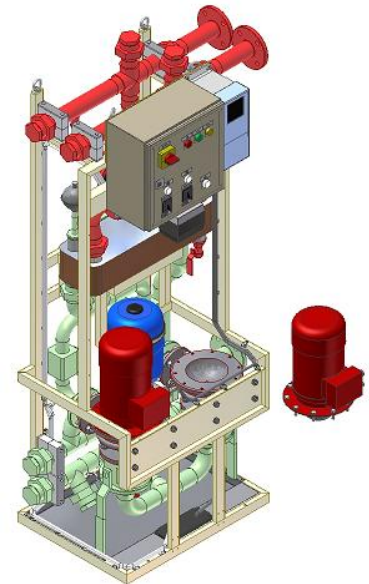

Abbildung 4.2-1
8. Entfernen Sie die Schrauben und Muttern vom Flansch des Pumpenmotors. Das Pumpengehäuse wird dabei an Ort und Stelle belassen (Abbildung 4.2-1). Beachten Sie, dass im System ein Vordruck von 1,5 bar herrscht. Tragen Sie daher eine Schutzbrille.